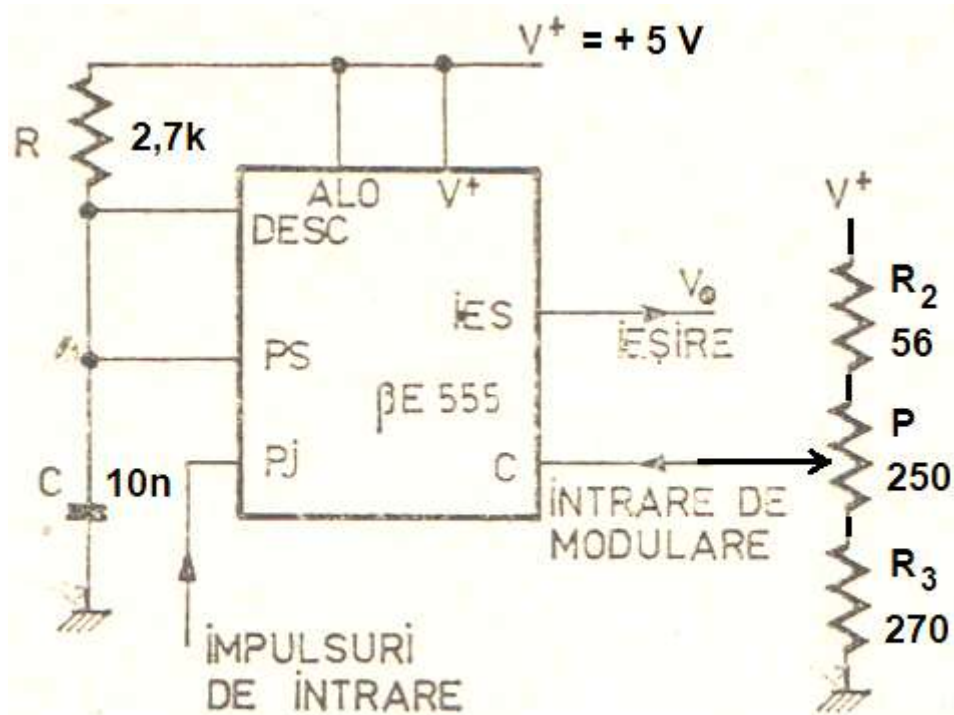

Fig. 2. - Generator PWM var. 1 - schema electrică
- grupa corespunzătoare schemei electrice din fig. 2, după realizarea montajului experimental, conectează intrarea PJ la generatorul de semnal dreptunghiular, alimentează montajul și verifică și calibrează cu ajutorul osciloscopului funcționarea sistemului, alegând diferite valori pentru frecvența semnalului generatorului de semnal dreptunghiular și diferite poziții ale potențiometrului P pentru modularea lățimii impulsurilor;